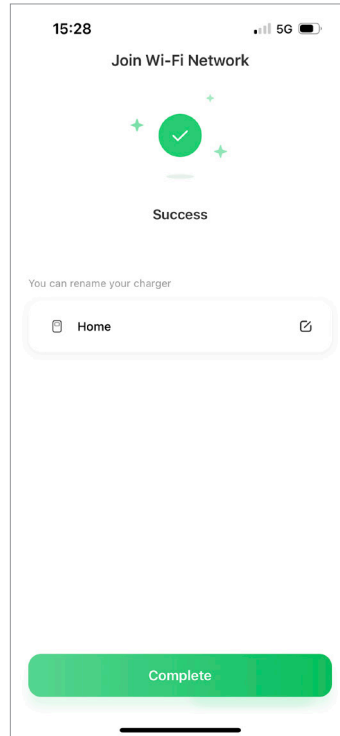

Abb. 6-12
3. Verbindung erfolgreich hergestellt. Sie können auf das Sonstiges  Symbol, um Ihr Ladegerät umzubenennen. (Siehe Abb. 6-12)